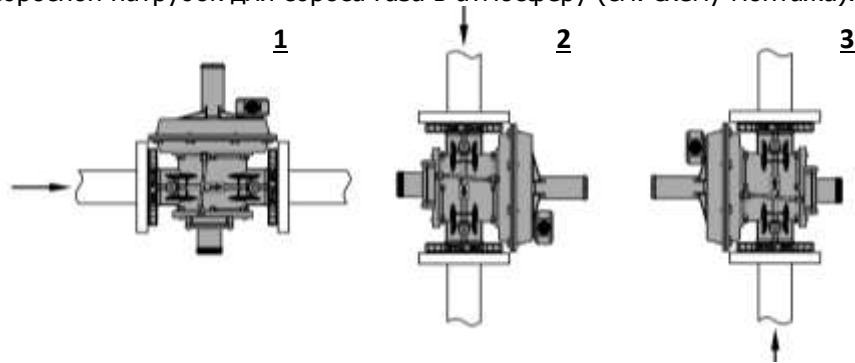

Рис.5
- Регуляторы DN32 – DN100 могут монтироваться как на горизонтальном, так и на вертикальном трубопроводе. Если установить регулятор в такое положение, когда пружина настройки выходного давления не направлена вертикально вверх (положение 2-3 рис. 5), срок службы регулятора уменьшается.